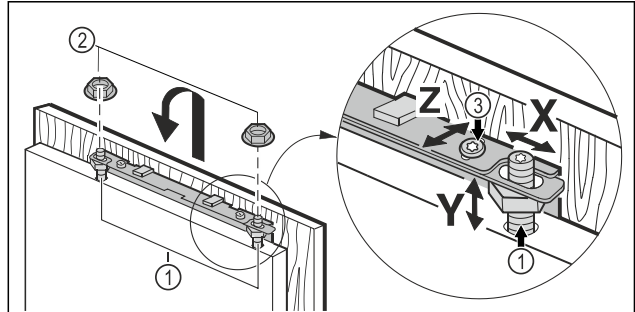

Fig. 21
- Möbeltür auf die Justagebolzen Fig. 21 (1) einhängen und Kontermuttern Fig. 21 (2) locker auf die Justagebolzen schrauben.
- Möbeltür in der Höhe Y und in der seitlichen Neigung ausrichten: Justagebolzen Fig. 21 (1) mit einem Schraubendreher einstellen.
- Kontermuttern Fig. 21 (2) anziehen.